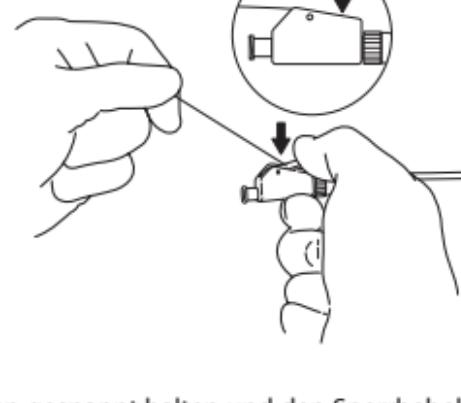

Abb. 2
- b. Den Faden gespannt halten und den Sperrhebel nach unten drücken, bis er spürbar einrastet. Die distale Schlaufe des Stents ist nun in Position fixiert. (**Abb. 2**)